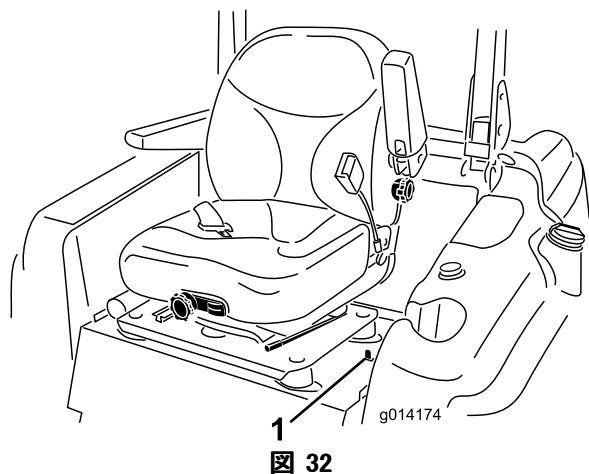

図 32
1. 運転席の左側に配置されている座席固定ラッチを後ろに倒すと、運転席全体を前に倒せるようになる (図 32)。